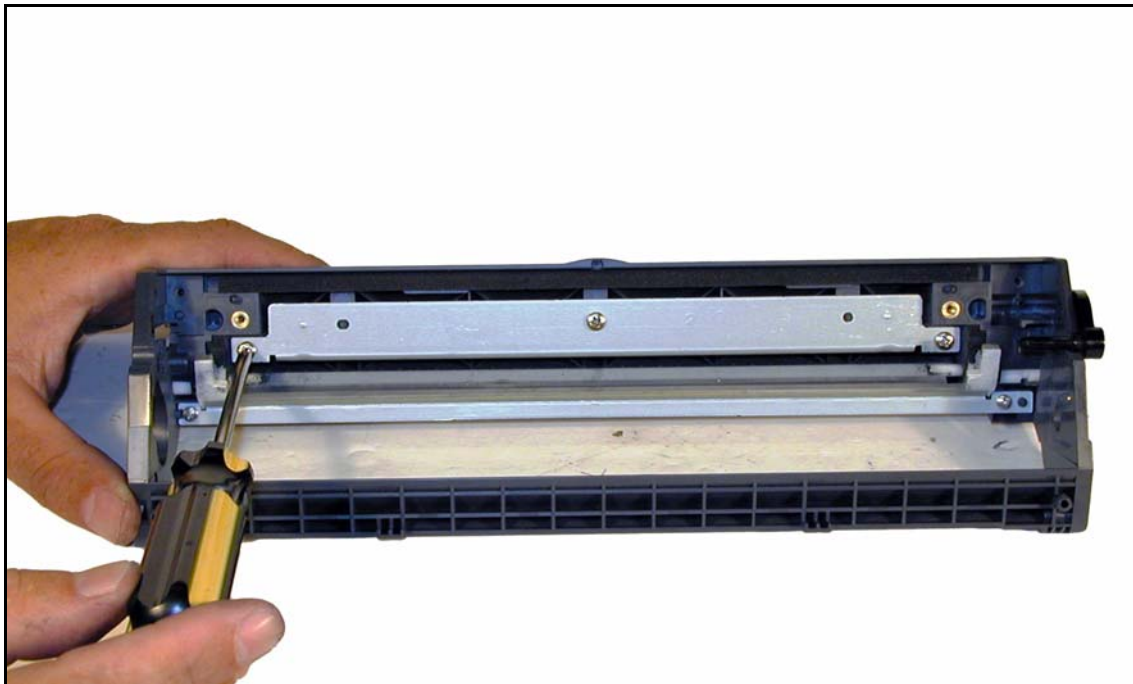

Ilustración 48
- 39. Reinstalar la abrazadera y los tres tornillos. Ver ilustración 48